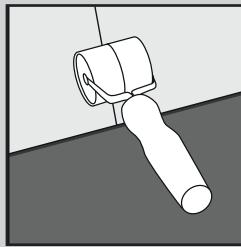

Fig. 4
- Ga door met het leggen van de planken naar de andere kant van de ruimte tot de rij compleet is; gebruik een handroller als hulpmiddel. (Fig. 4) Alleen indien nodig een rubberen hamer en een restant van het product gebruiken om het product zachtjes aan te tikken. U kunt een slagijzer gebruiken om het product langs de randen van de ruimte in elkaar te duwen (Fig. 5).